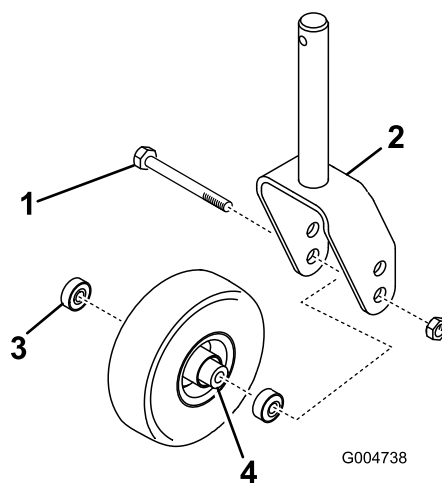
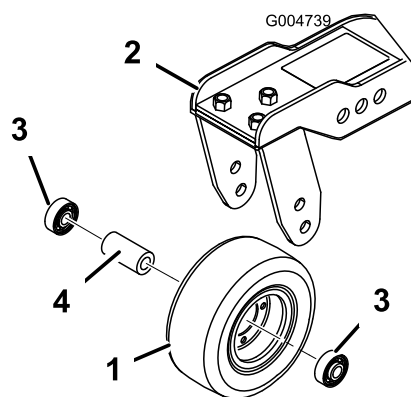

Figura 84
Figura 85
1. Retire a porca de bloqueio do parafuso que fixa o conjunto da roda giratória entre a forquilha da roda giratória (Figura 84) ou o braço articulado da roda giratória (Figura 85).
2. Retire o rolamento do cubo da roda e deixe cair o espaçador do rolamento para fora (Figura 84 e Figura 85).